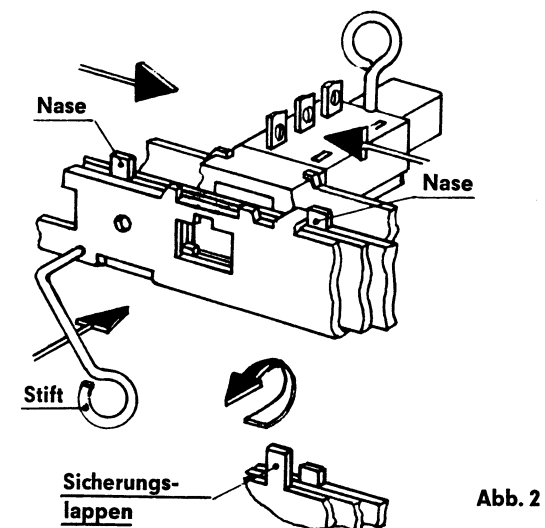

Abb. 2
- 1) Sicherungslappen an Gerätewanne (Abb. 2) in senkrechter Stellung biegen.